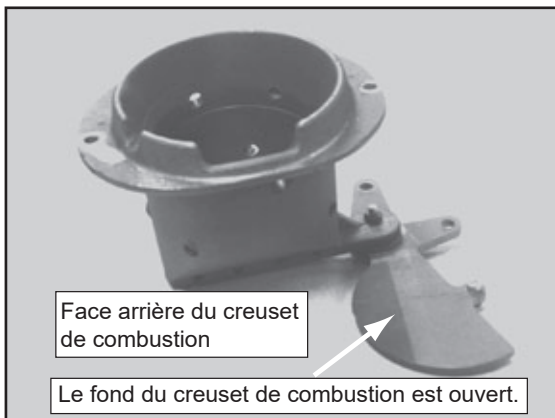

Figure 19.1
- c. fermez complètement la plaque de fond du creuset de combustion quand vous avez terminé. **Figure 19.1.**